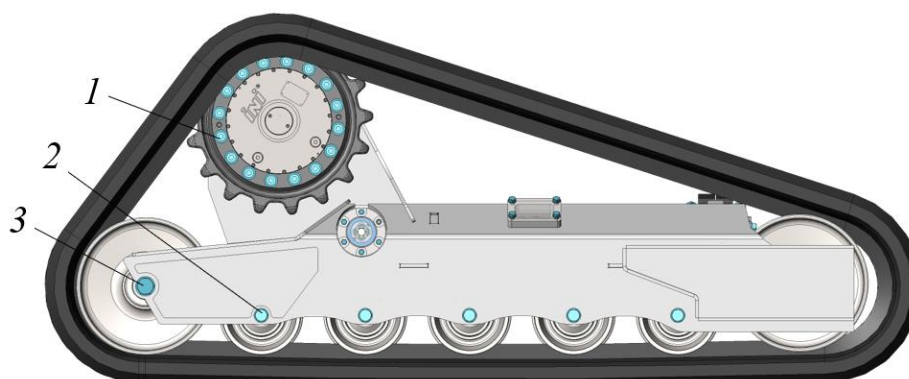

Рисунок 5.82. Точки протяжки ходовой части
- Проверить момент затяжки винтов приводной звездочки, крепежных болтов опорных роликов и направляющих колес, см. рис. 5.82 и таблицу ниже.